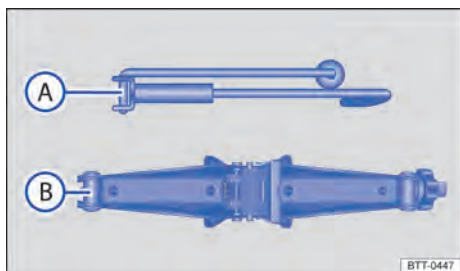

Fig. 278 Componentes do macaco sanfona.
6. Encaixar a manivela manual → Fig. 278  .